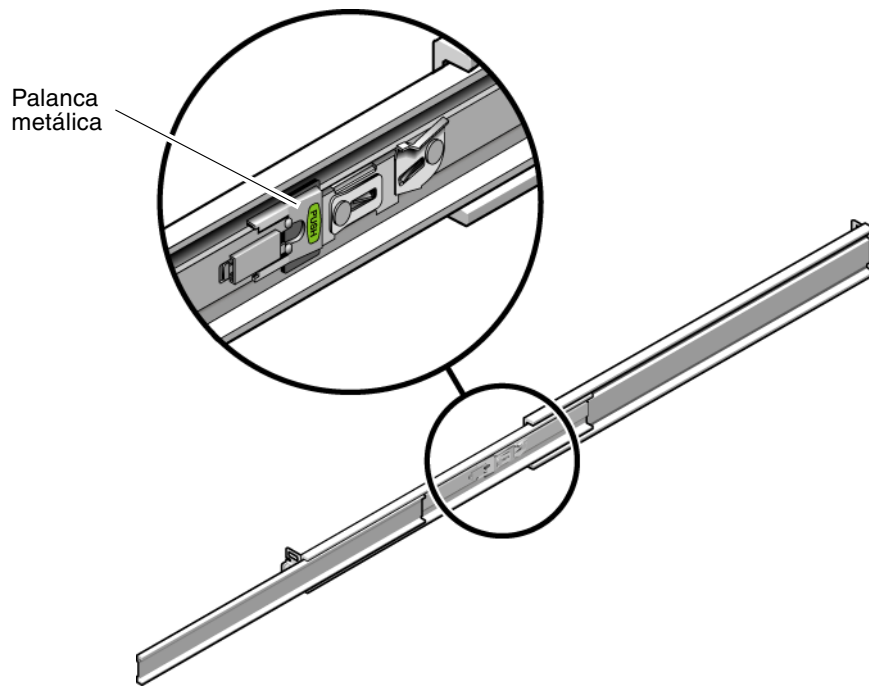

FIGURA 2-14 Palanca para desbloquear las guías telescópicas
5. Cuando haya extraído el servidor hasta el fin de carrera de las guías, presione las palancas de bloqueo de las guías (FIGURA 2-14).